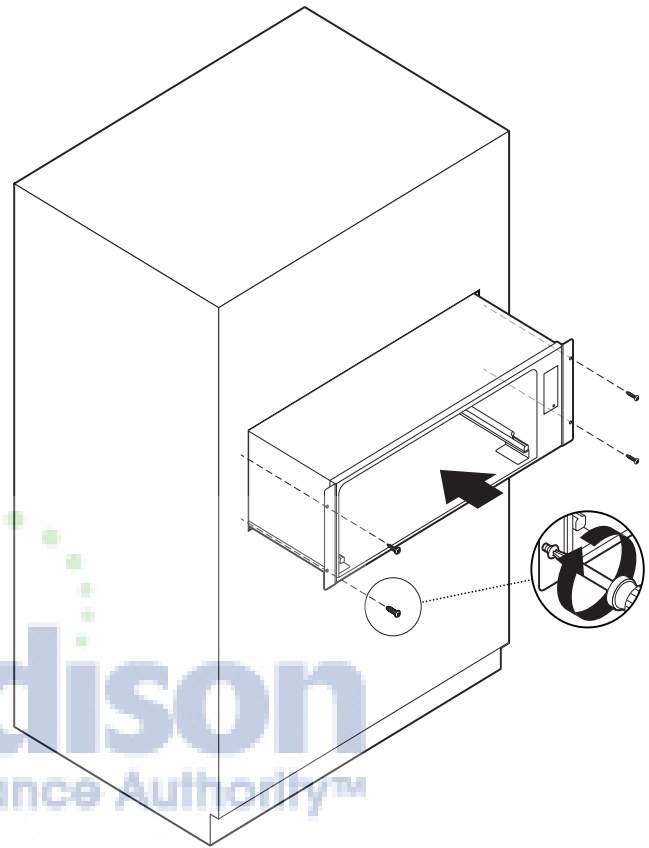

Figure 9 : Installation du tiroir-réchaud
- Fixez quatre (4) vis cruciformes en acier inoxydable dans les trous du panneau avant (Figure 9).